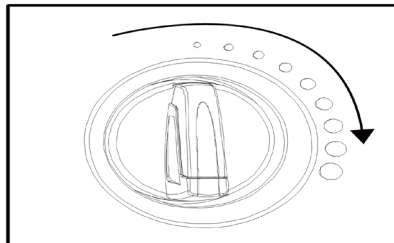

fig. 8
- Le bouton (Fig. 8) permet de régler le débit de la solution de nettoyage lors de l'utilisation de la machine. En tournant dans le sens des aiguilles d'une montre, on augmente le débit de la solution de nettoyage.